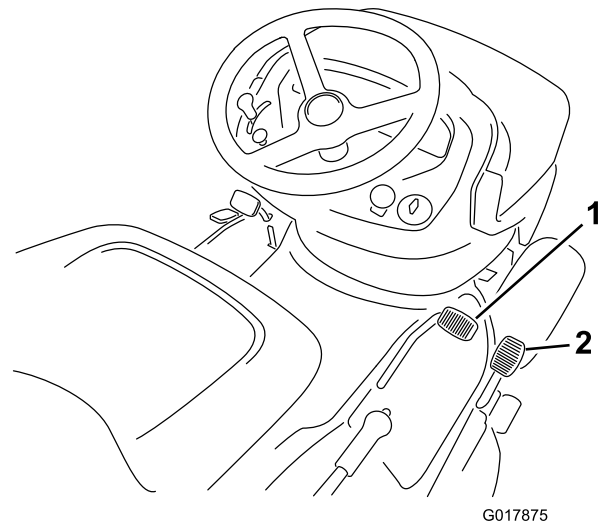

Bild 13
2. Gehen Sie mit dem Fuß auf das Fahrpedal und drücken Sie das Pedal langsam nach vorne (Bild 13).
2. Stellen Sie den Fuß auf das Gaspedal zum Rückwärtsfahren und treten Sie das Pedal langsam durch um rückwärts zu fahren (Bild 13).